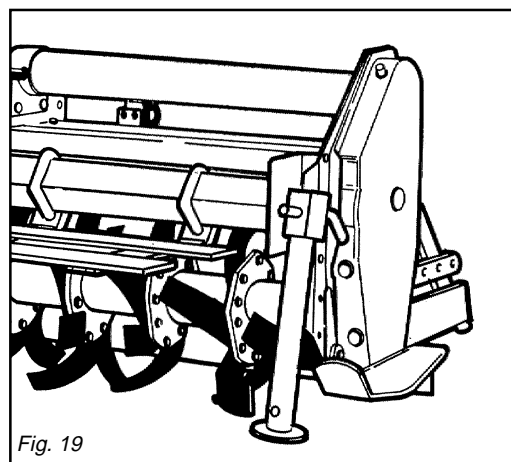

Fig. 19
- Position the support foot as shown in the figure 19.
- Den Stützfuß wie in Abb. 19 gezeigt anordnen.
- Placer le pied d'appui (voir figure 19).